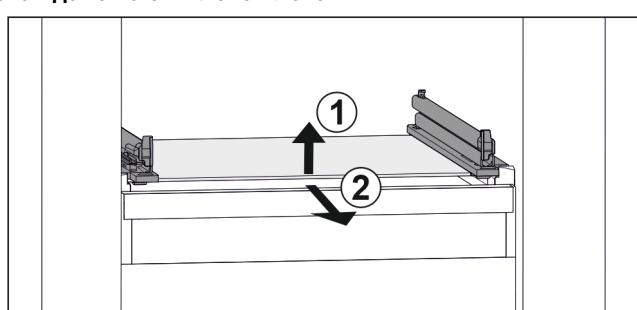

Fig. 121 Примерно изображение на стъклената плоча
- Повдигнете стъклена плоча отпред. Fig. 121 (1)
- Извадете стъклена плоча напред. Fig. 121 (2)